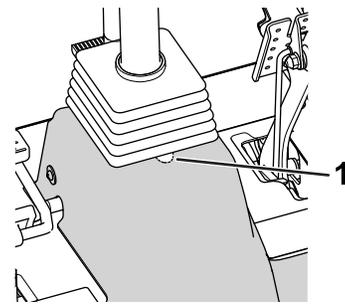

Figura 20
6. Ricavare un intaglio a forma di U nella copertura (Figura 20).